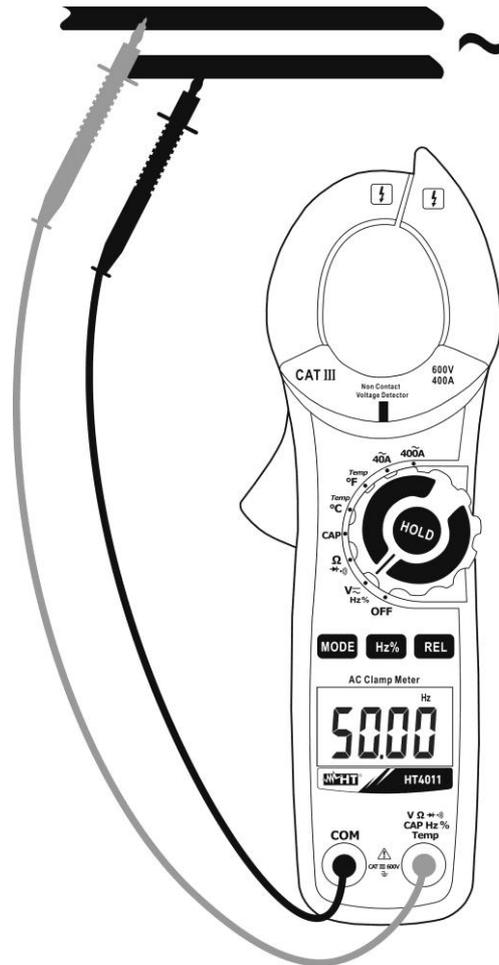

Fig. 4: Uso da pinça para medições de Frequência e Ciclo de Trabalho (Duty Cycle)
3. Inserir o cabo vermelho no terminal de entrada **V Ω ~ CAP Hz% Temp** e o cabo preto no terminal de entrada **COM** (Fig. 4 – parte esquerda) para medição de frequência com ponteiras. O valor da frequência (Hz) ou do Ciclo de Trabalho (Duty Cycle) (%) é apresentado no display